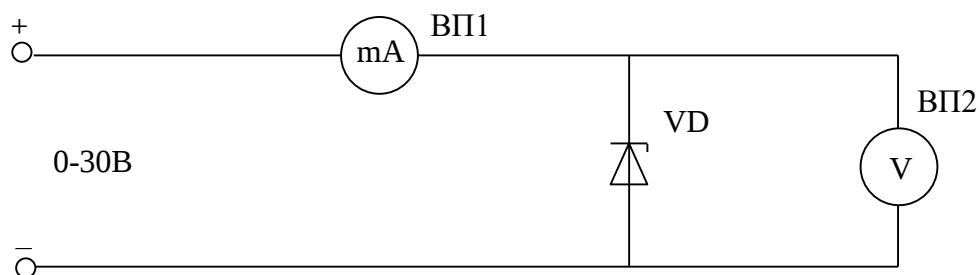

Рисунок 1.2
9. Скласти схему відповідно до рис.1.2.